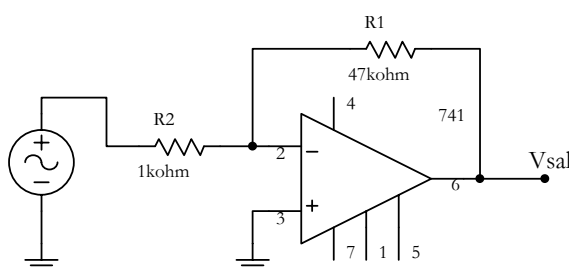

Figura 6
- 4.1. Armar el circuito de la Figura 6.